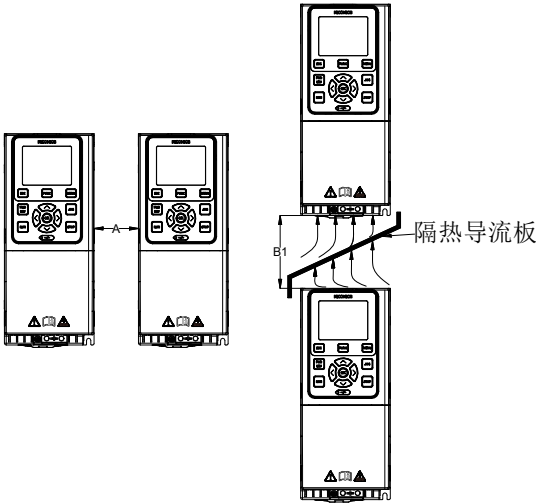

图2-20 C2~C8上下排安装图
- 1) 请垂直安装变频器，便于热量向上散发，但不能倒置。若柜内有较多变频器时，最好是并排安装，在需要上下安装的场合，请参考图2-20的示意，安装隔热导流板；